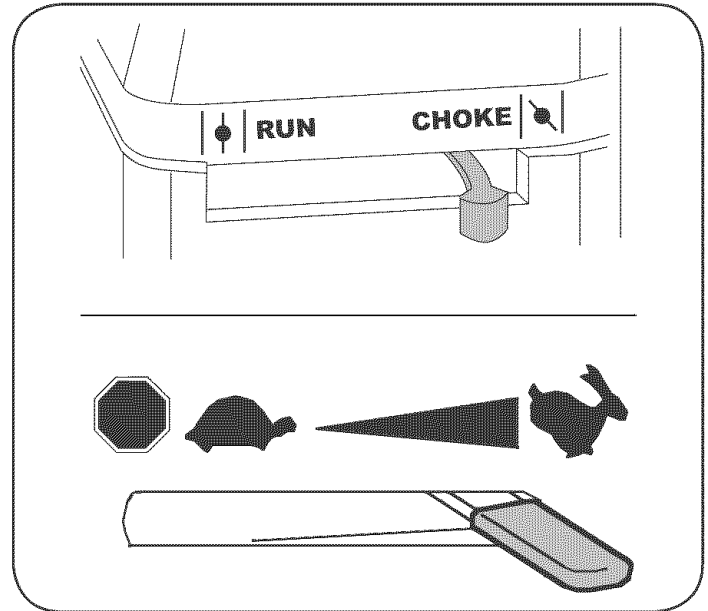

Figura 5
1. Mueva la palanca de control de obturación a la posición CHOKE (obturación). Vea la Figura 5.
2. Mueva la palanca de control del regulador a la posición FAST (rápido, representado por una liebre). Vea la Figura 5.